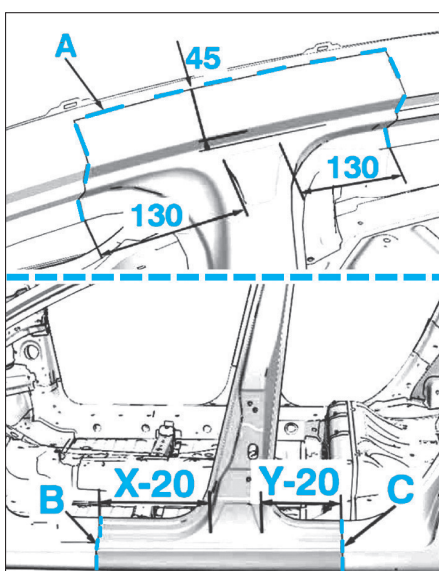

FIG. 35
- Dépointer et couper aux endroits indiqués en A, B, C, D, E, F, G et H (Fig.35) et (Fig.36).